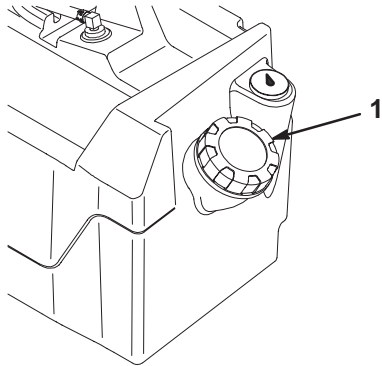

Figure 12
2. Nettoyez la surface autour du bouchon du réservoir de carburant (Fig. 12).